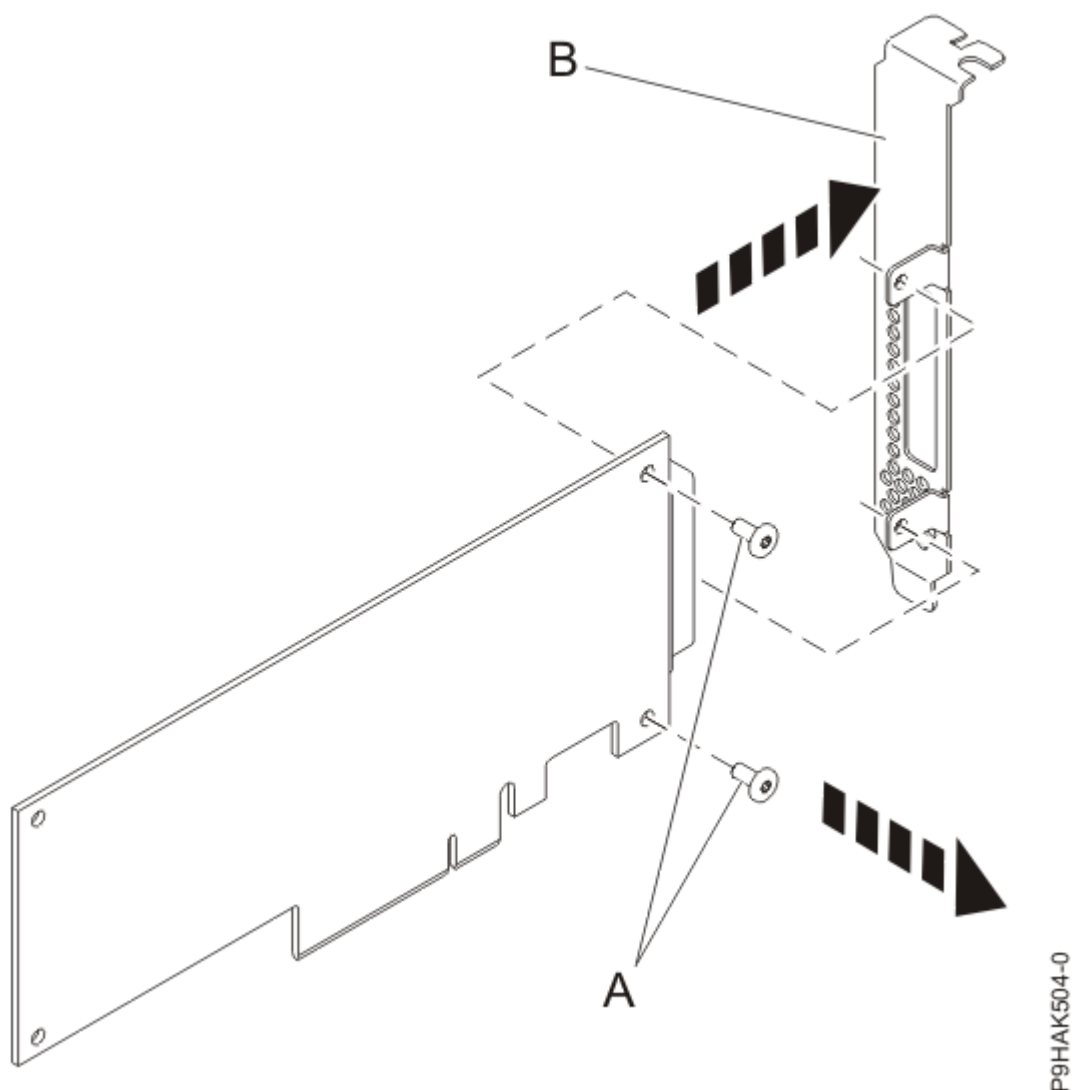

Figura 38. Extracció de la contrapunta de perfil alt d'un adaptador nou
8. Fent servir un tornavís Phillips, traieu els dos cargols de subjecció **(A)** que subjecten la contrapunta de perfil alt **(B)** a l'adaptador nou, com es mostra a la Figura 38 a la pàgina 56.